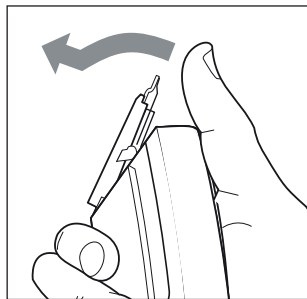
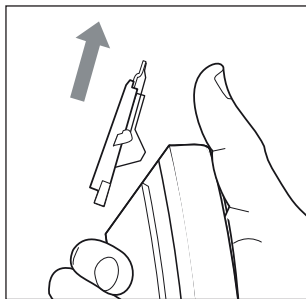

Fig. 8
Fig. 9
- La lame de coupe de la tête de coupe ❶ peut être lavée à l'eau. N'utilisez pas d'autres liquides.
- 1) Commencez par appuyer sur la tête de coupe ❶ avec le pouce pour la sortir de l'appareil par l'avant (voir fig. 8). Sortez ensuite la tête de coupe ❶ par le haut de l'appareil (voir fig. 9).